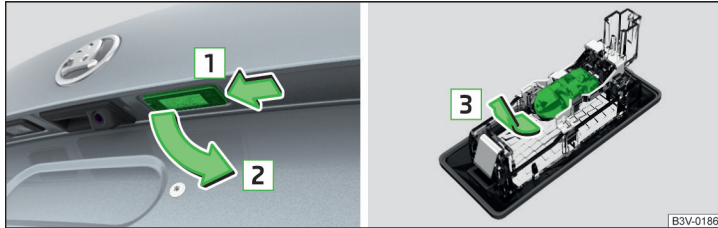

Abb. 256 Kennzeichenleuchte ausbauen / Glühlampe wechseln
- › Die Leuchte in Pfeilrichtung **1** » Abb. 256 eindrücken.